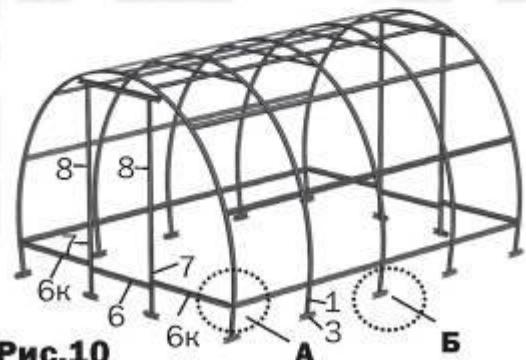

Рис.10
4. Выровняйте каркас путём подсыпки или углубления ямок, чтобы продольные элементы были прямолинейными, горизонтальными и параллельными между собой и чтобы дуги были ровными при виде сбоку. При необходимости выравнивания плоскости дуг, ослабьте соединения прогонов с дугами, завершите выравнивание на грунте и снова затяните винты. Засыпку опор каркаса грунтом производить после закрепления на деталях **3** бандажей проволочных нижних (**рис.10**)